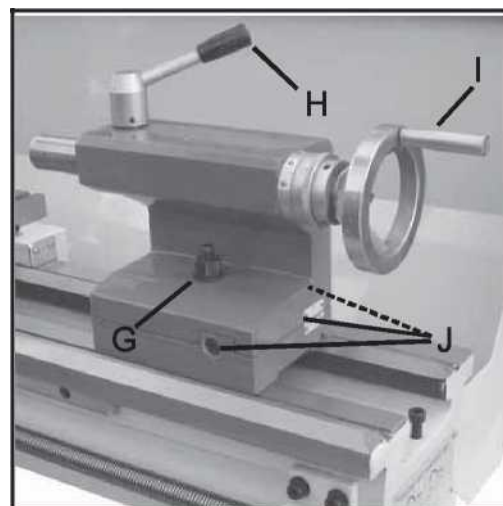

Рис. 16
15. Зажимной винт задней бабки (G, Рис. 16)
16. Зажимной рычаг пиноли задней бабки (H, Рис. 16)
17. Маховик продольной задачи пиноли задней бабки (I, Рис. 16)
18. Регулировка смещения задней бабки (J, Рис. 16)